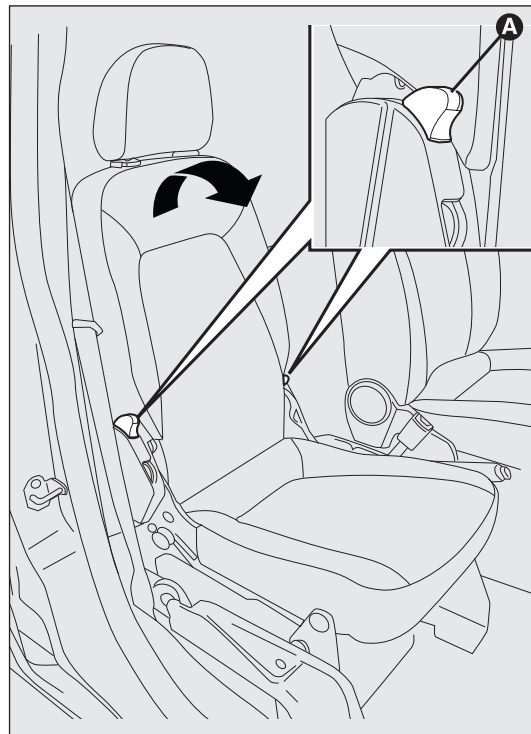

fig. 22
- ☐ accione las palancas A-fig. 22 y abata los asientos actuando en el sentido indicado por la flecha;